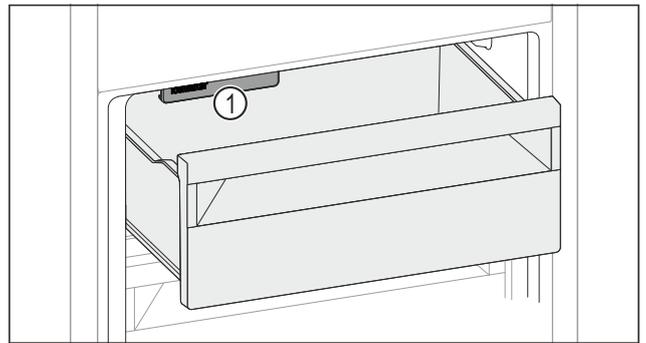

Fig. 46
- ▶ IceMaker Fig. 46 (1) berücksichtigen.